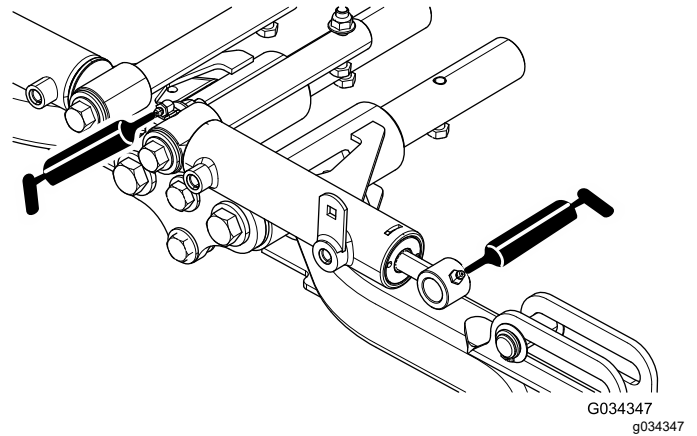

Bild 57
- Vordere Hubarm-Drehzapfen und Hubzylinder (3 Stück), siehe Bild 57.